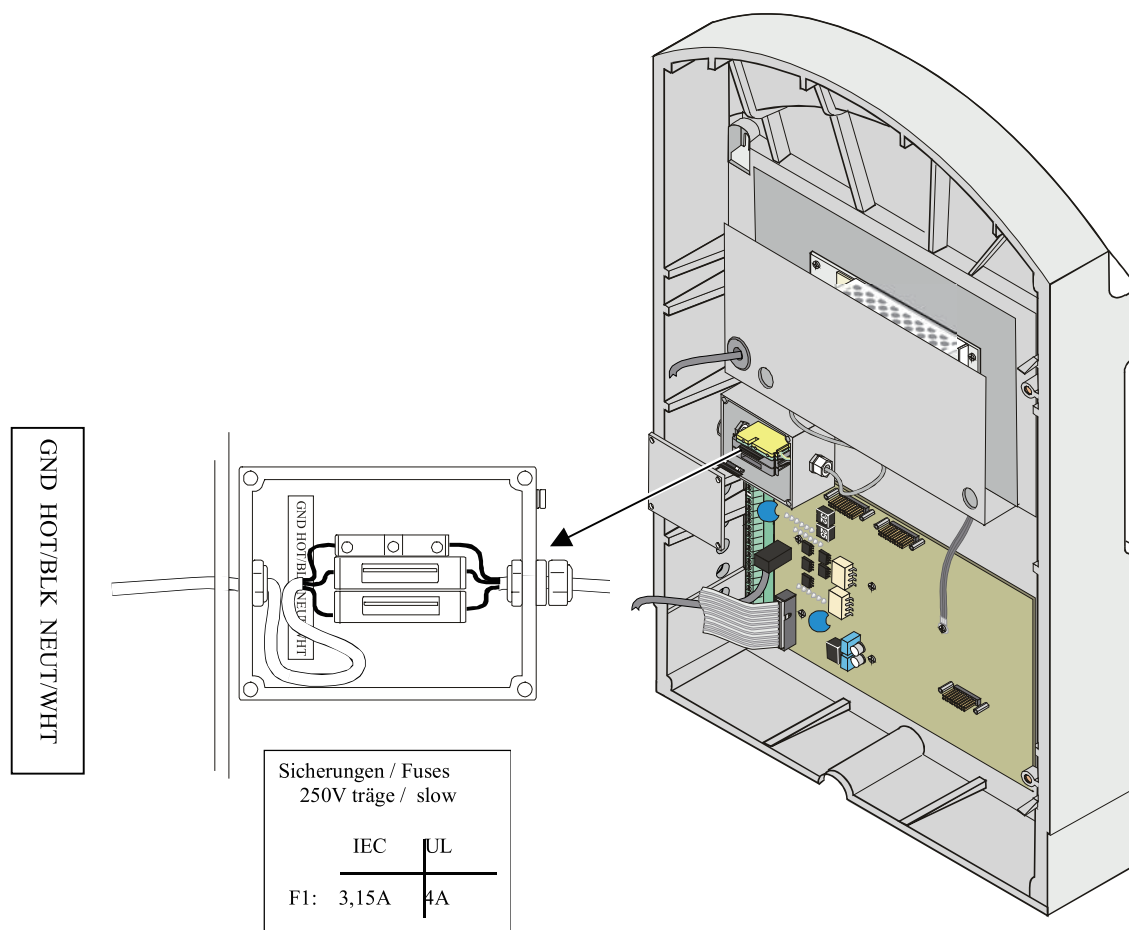

图 8 电力连接
为了释放您身上的静电并且保持无静电状态，请在手腕戴上与地连接的防静电手环。在无静电区操作所有对静电敏感的元件，如果可能的话，使用防静电垫片和工作台。在仪器外壳的后面把高电压和低电压的线接上，参考图 8。
3. 电源连接在金属的供电盒内的端子上。将供电盒上固定金属盖的 4 个螺丝去掉，将盖子拿掉。（请看图 8）